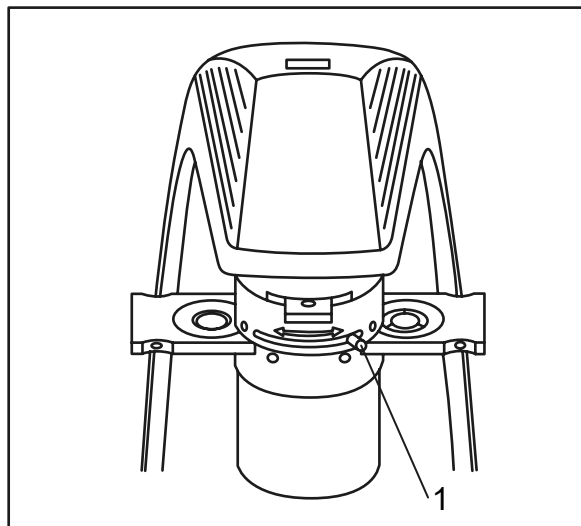

Figura 10.
2. Ajuste la apertura del diafragma (Figura 10).